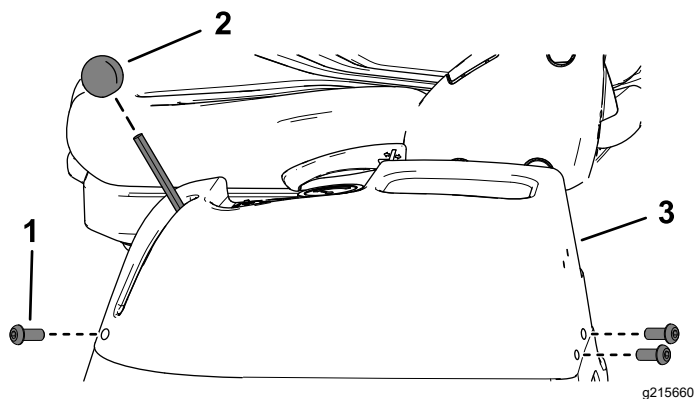

Figura 74
4. Rimuovete le 3 viti a esagono incassato dalla consolle di sinistra (Figura 74).
5. Rimuovete la manopola della leva dell'acceleratore (Figura 74).
6. Sollevate la consolle di sinistra e mettetela da parte (Figura 74).